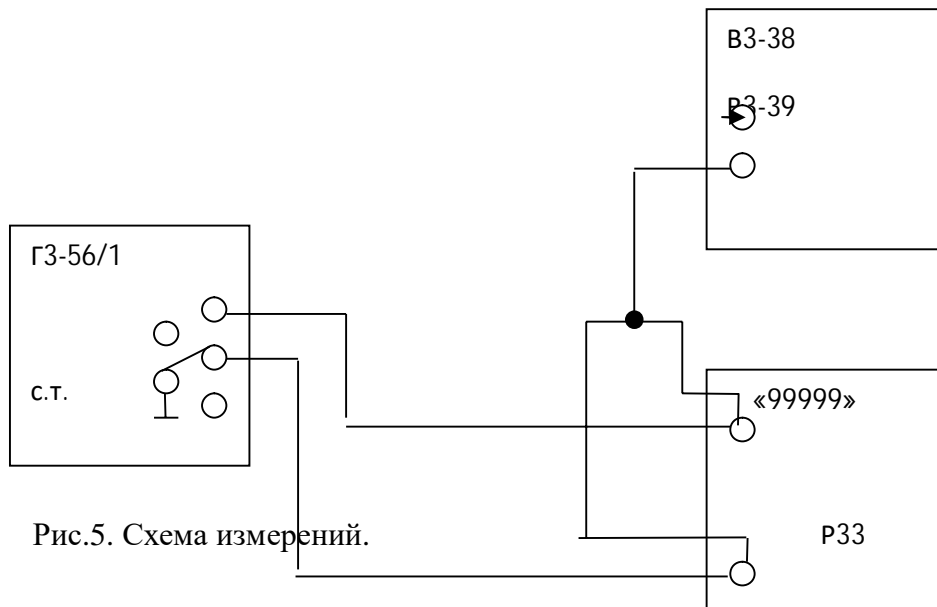

Рис.5. Схема измерений.
3.3. Собрать схему измерения (Рис.5.)